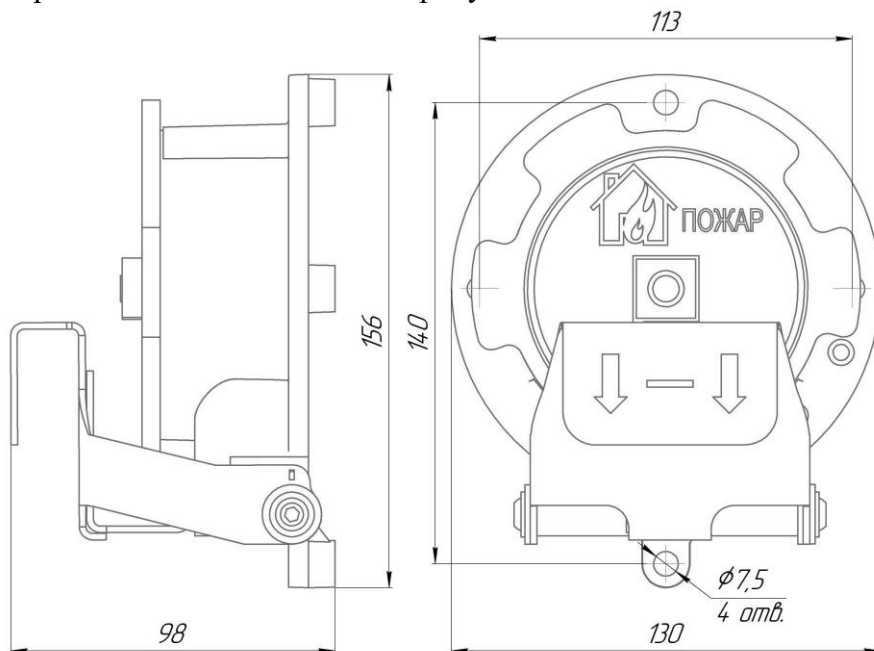

Рисунок 1. Габаритные размеры
- определить место установки и разметить место крепления, рис. 1;